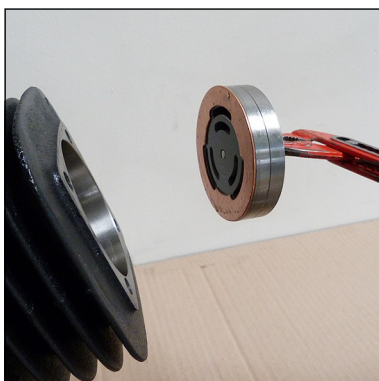

Abb. 3 - Neues Saug- / Druckventil in Zylinder ausgerichtet einsetzen
- Neues Saug- / Druckventil in den Zylinder ausgerichtet einsetzen (Abb. 3).